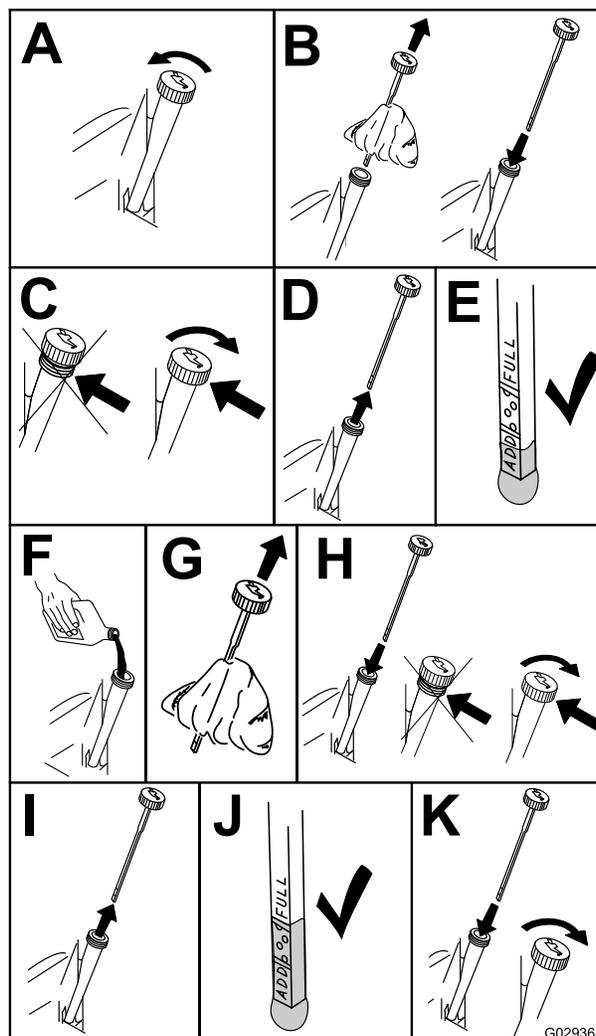

Figura 43
3. Per evitare morchia, residui d'erba, ecc. nel motore, pulite l'area attorno al tappo e all'asta di livello dell'olio prima della rimozione (Figura 43).